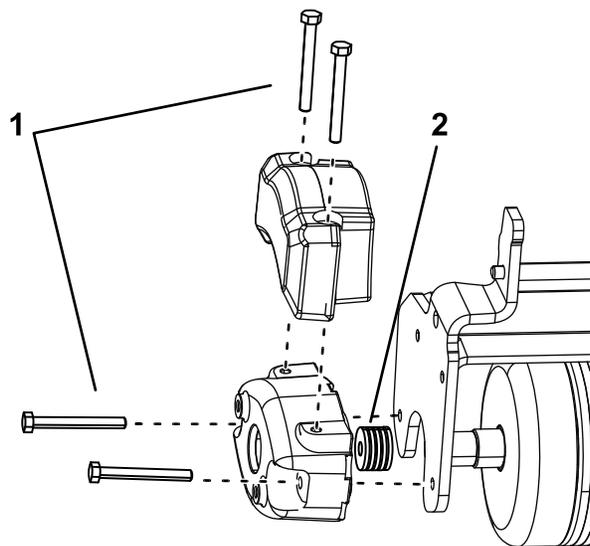

Figure 5
2. Installez 2 boulons (5/16"-18 x 2³/₄") comme montré à la Figure 5.
3. Installez 4 rondelles (1/8") par boulon entre le contrepoids et la plaque latérale du Tri-Roller (Figure 5).